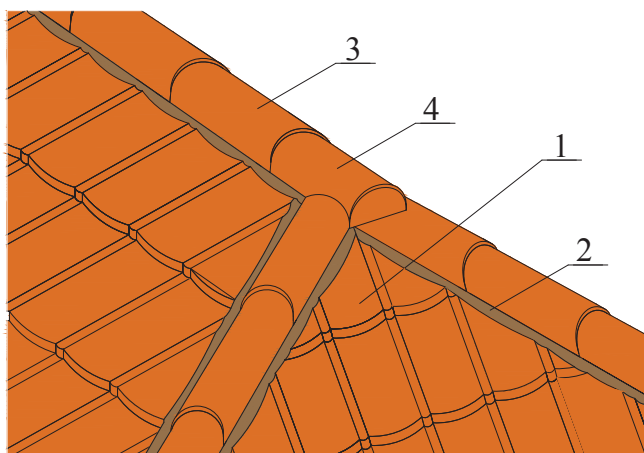

Рис. 21
4.7.5. Вместо Y-образных коньковых элементов допускается использовать начальный или конечный коньковые элементы. В этом случае начальный или конечный коньковый элемент обрезают по контуру закрепленных на ребре коньковых элементов и механически крепят, как показано на рис. 21. Места стыков обрабатывают грунтовкой и минеральной посыпкой из состава ремонтного комплекта Decra® Repair Kit.